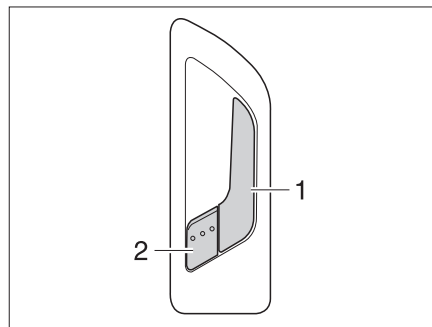

Bild 43 Dörrlås ingångsdörr, insida
- Drag i handtaget (Bild 43,1). Dörrlåset låses upp. Låsspaken (Bild 43,2) skjuts ut automatiskt.
- Tryck på låsspaken (Bild 43,2).